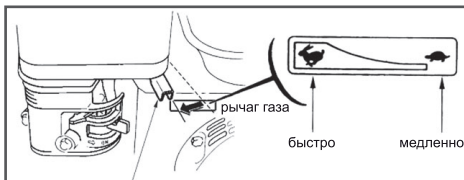

Рис.32
3. Переведите рычаг газа (Рис. 32) на 1/3 хода в сторону положения максимальных оборотов двигателя (обозначение зайца на наклейке - максимальные обороты, черепахи - холостые обороты).
1. Откройте топливный кран, переместив рычаг топливного крана в рабочее положение (ON).
3. Переведите рычаг газа (Рис. 32) на 1/3 хода в сторону положения максимальных оборотов двигателя (обозначение зайца на наклейкемаксимальные обороты, черепахи холостые обороты).